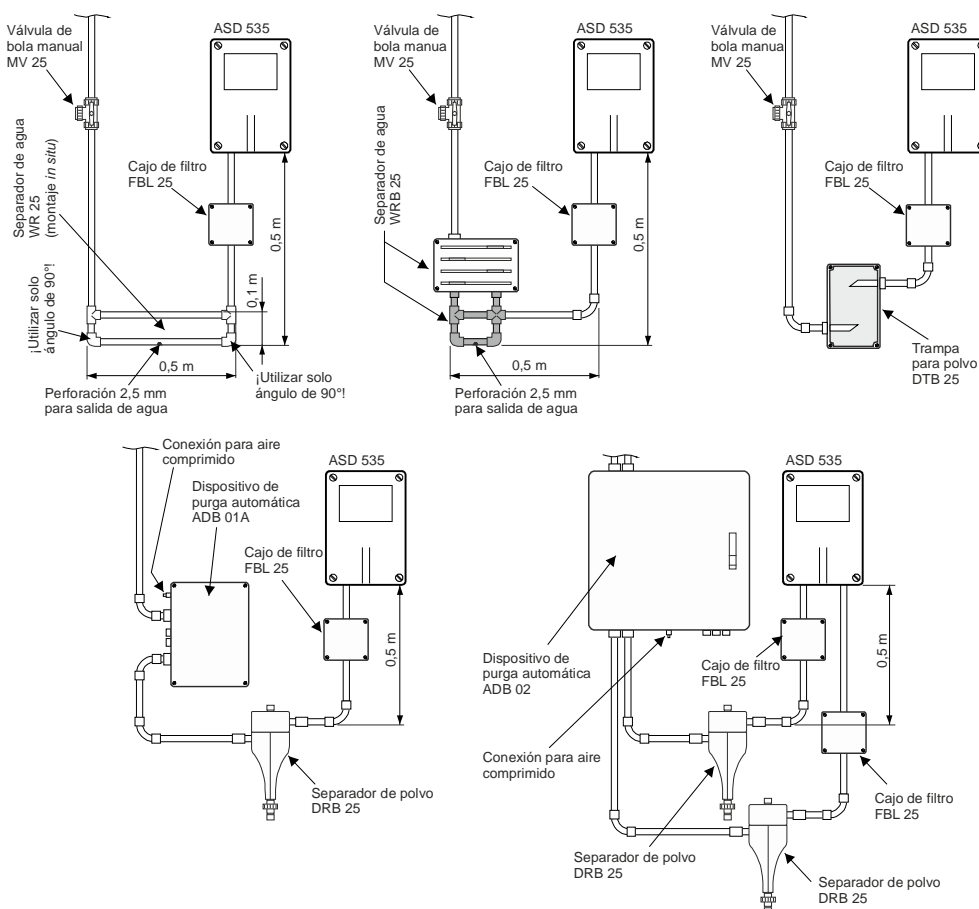

Fig. 32 Montaje de accesorios
- Deben respetarse las posiciones de montaje del separador de agua, la trampa para polvo y el separador de polvo, tal como se muestra en la Fig. 32.